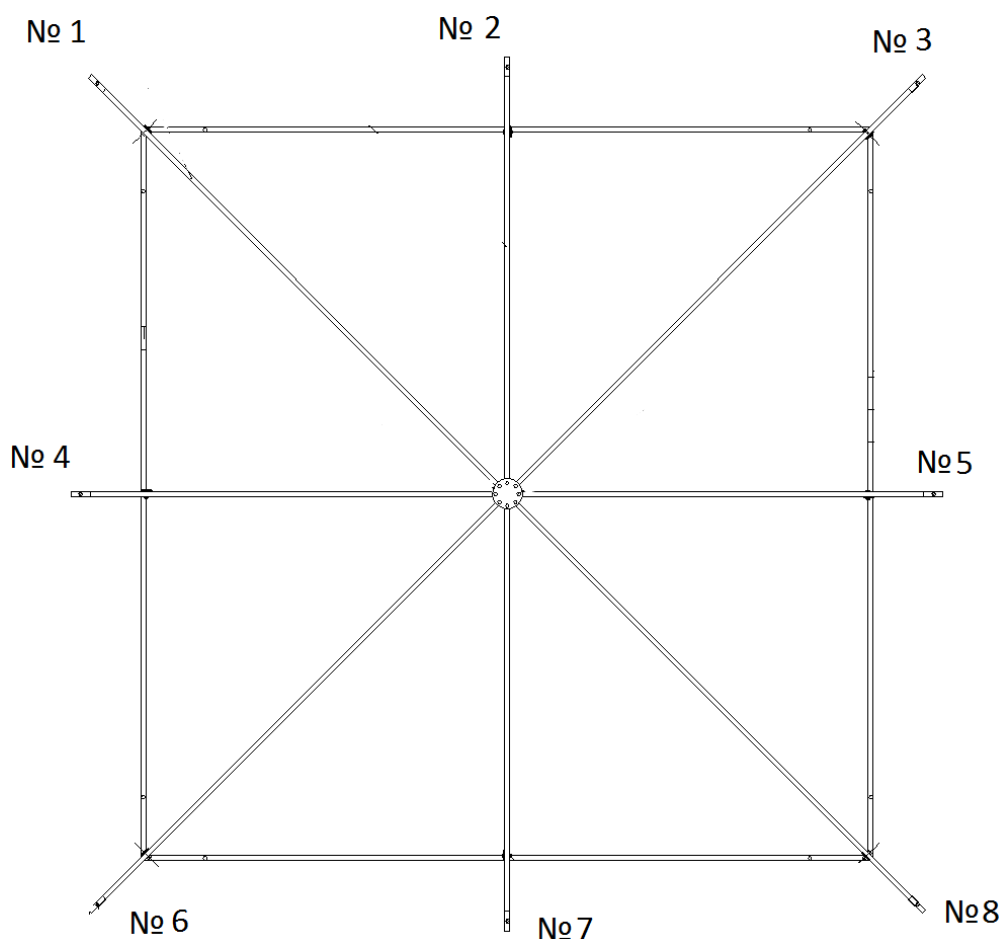

Рис.5
- Зафиксируйте болтом угол тента с отверстием №1 (рис.5)